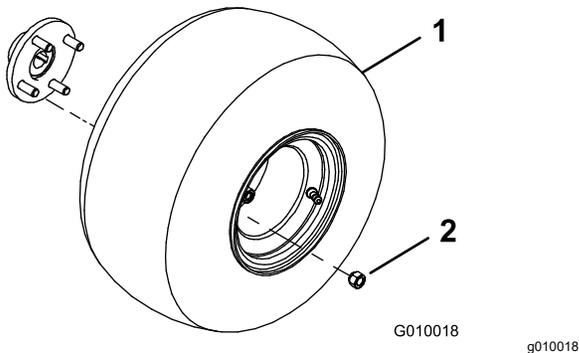

Bild 3
2. Montieren Sie eine Radbaugruppe auf jede Hinterradnabe (Bild 3).
3. Setzen Sie die Radmuttern (Bild 3) ein und ziehen sie mit 61-75 N·m an.